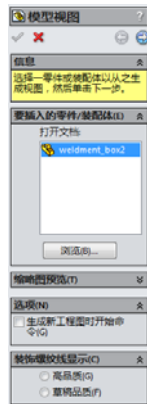
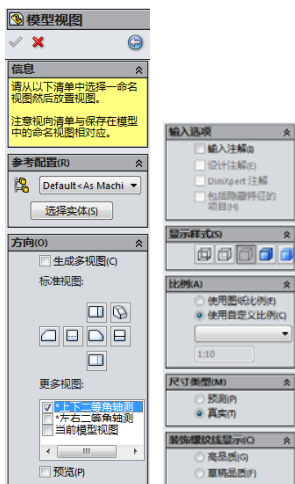
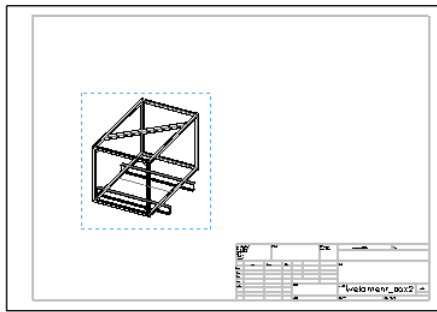

图 14-7 “模型视图”对话框
图 14-8 确定工程图视图方向及比例
图 14-9 生成的工程图
(3) 单击“工程图”工具栏中的“模型视图”按钮, 弹出“模型视图”属性管理器, 选择零件 Weldment_Box2.sldprt 作为要插入的零件, 如图 14-7 所示, 单击按钮, 进入选择“视图”和“方向”界面, 如图 14-8 所示。选择“单一视图”, 在方向下的更多视图中, 选择“上下二等角轴测”视图, 自定义比例为 1:10, 在尺寸类型下选择“真实”, 单击“确定”按钮, 结果如图 14-9 所示。